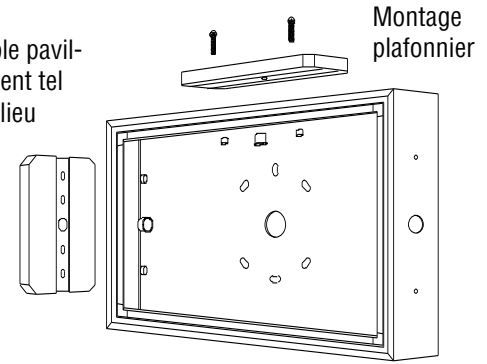

Figure 3
3. Sur le dessus et de chaque côté de l'enseigne, il y a trois (3) trous pour le pavillon – deux (2) pour les vis de montage et un (1) pour le passage des fils. Enlever les trois trous qui seront appropriés pour votre installation. (Figure 3)